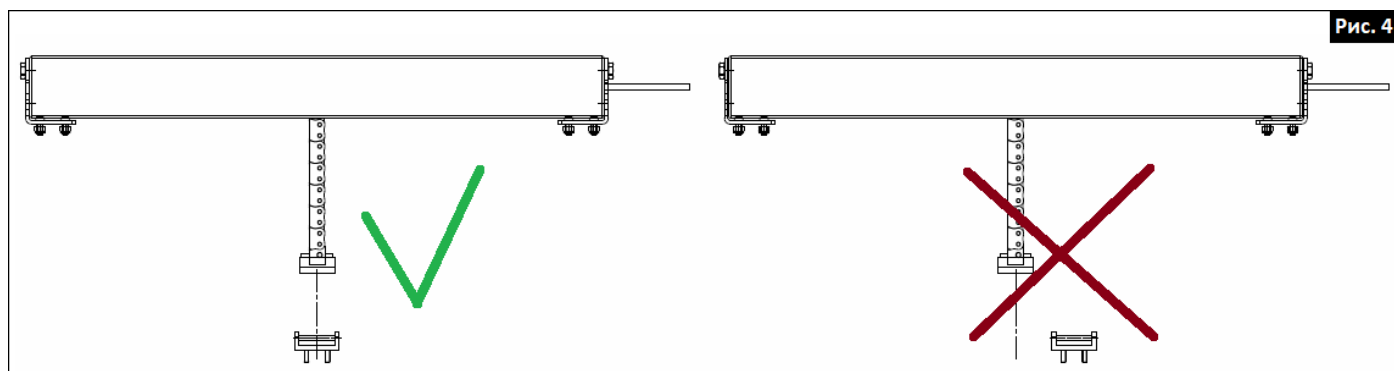

Рис. 4
- Убедитесь в том, что цепь соосна концевому кронштейну (см. рис. 4), после чего закрепите концевик цепи в кронштейне: